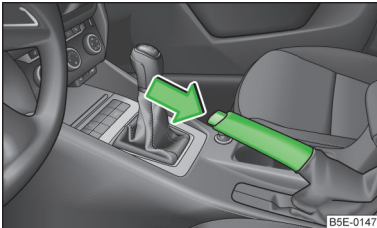

Abb. 120
- Den Handbremshebel etwas hochziehen und **gleichzeitig** den Sperrknopf » Abb. 120 hineindrücken.